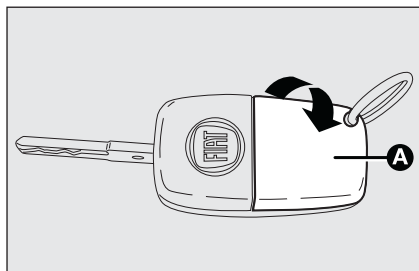

fig. 7
- aprire lo sportellino **A**-fig. 7 fissato a pressione agendo nel senso indicato dalla freccia